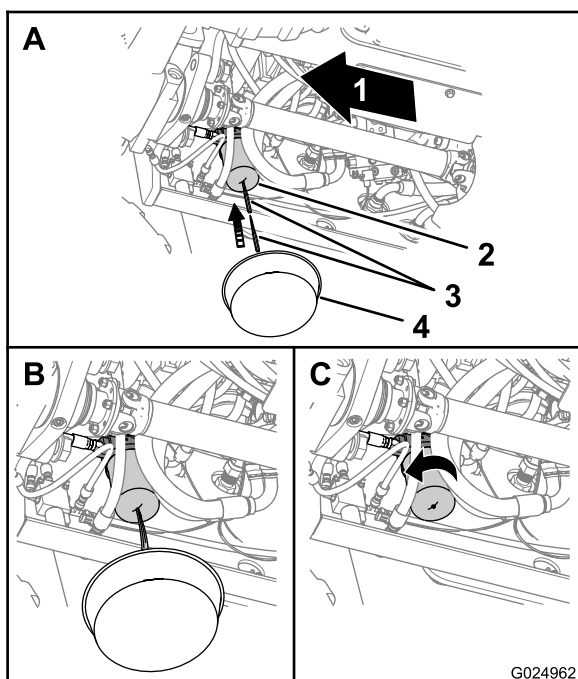

Рисунок 97
1. Подставьте сливной поддон под фильтр масла трансмиссии (Рисунок 97).
2. Проткните нижнюю часть фильтра трансмиссии и дайте остаткам гидравлической жидкости стечь в сливной поддон (Рисунок 97).
3. Снимите фильтр трансмиссии с помощью фильтрового ключа и удалите фильтр в отходы (Рисунок 97).
6. Установите и заверните новый фильтр от руки, доверните еще на 1/2-3/4 оборота после его контакта с головкой фильтра (Рисунок 97).